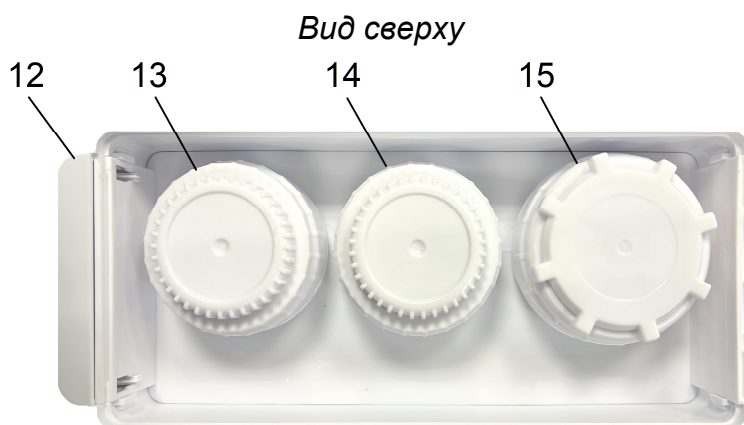

Рисунок 3
6.2.3 Установите фильтрующий элемент РС в колбу (Рис. 3, поз. 11), закрутите крышку колбы вручную до упора и подтяните ее при помощи специального ключа.
6.2.4 Установите фильтрующий элемент СТО в колбу (Рис. 3, поз. 12), закрутите крышку колбы вручную до упора и подтяните ее при помощи специального ключа.
6.2.5 Установите мембранный элемент в колбу (Рис. 3, поз. 13), закрутите крышку колбы вручную до упора и подтяните ее при помощи специального ключа. Установите верхнюю крышку на место.